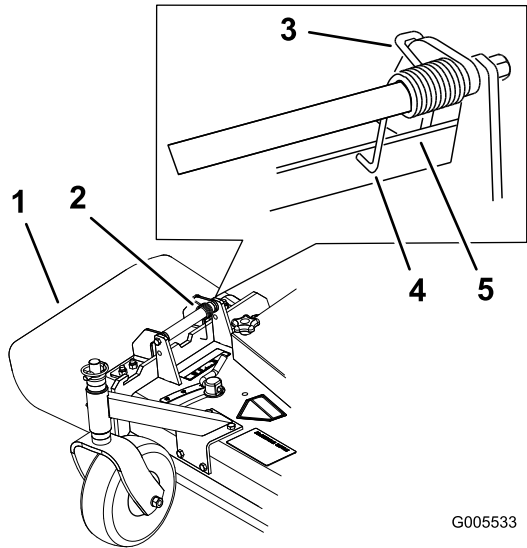

Figura 3
2. Asegúrese de que el extremo en **L** del muelle está colocado detrás del reborde de la plataforma antes de instalar el perno, según se muestra en Figura 3.
3. Coloque el extremo en **J** del muelle alrededor del deflector de hierba (Figura 3).